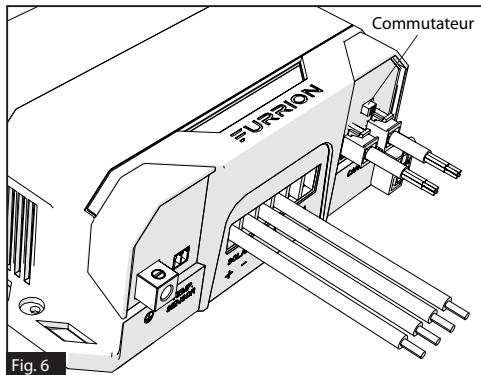

Fig. 6
6. Activez le commutateur de résistance de borne si le MPPT est le dernier appareil sur le bus RV-C. Dans le cas contraire, laissez-le en position désactivée. (Figure 6)